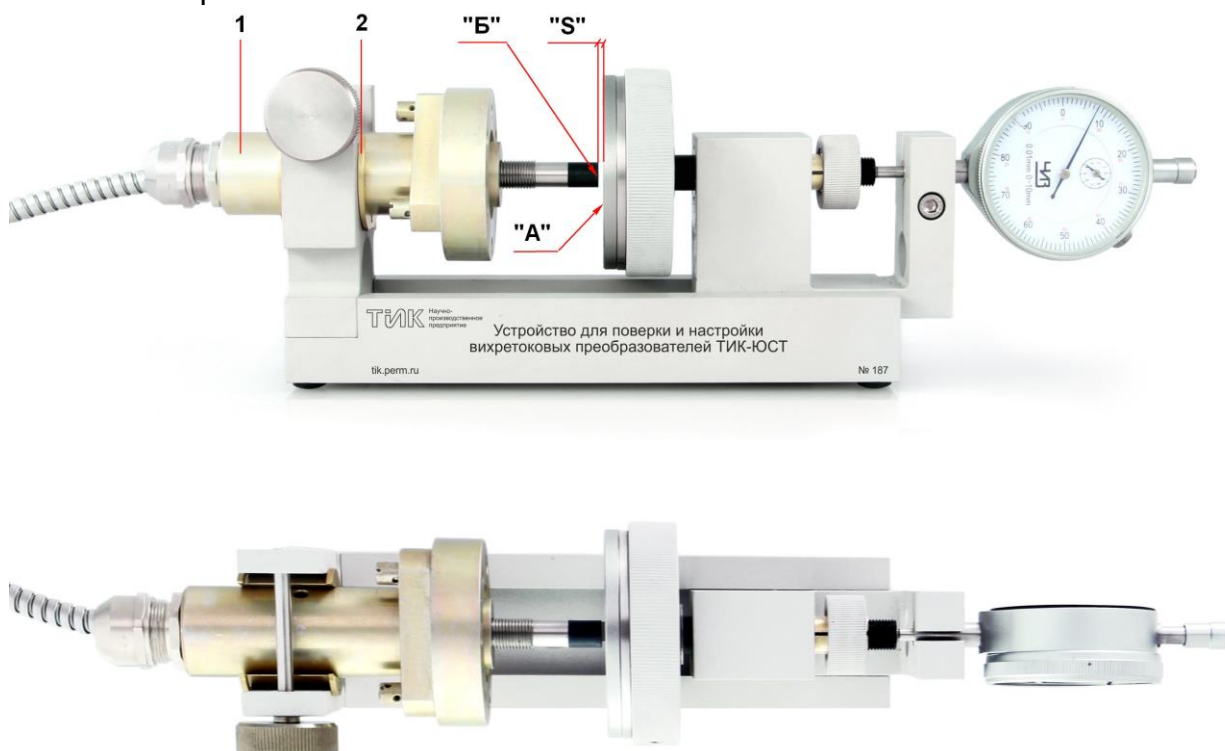

Рисунок 2. Устройство для поверки и настройки вихретоковых преобразователей ТИК-ЮСТ с преобразователем вихретоковым DS-1 (DS-2) и монтажным комплектом
5.1.9 Установку вихретокового преобразователя DS-1 (DS-2) с монтажным комплектом в стойку необходимо осуществлять в соответствии с рисунком Рисунок 2 и п. 5.1.1 - 5.1.8 данного РЭ.
5.2.9 Установку вихретокового преобразователя DS-1 (DS-2) с монтажным комплектом в стойку необходимо осуществлять в соответствии с рисунком Рисунок 2 и п. 5.2.1 - 5.2.8 данного РЭ.